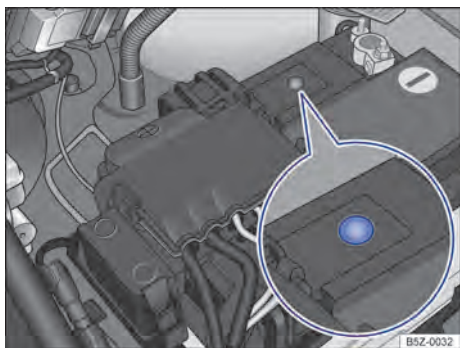

Fig. 192 No compartimento do motor: exemplo de posição do visor no lado superior da bateria do veículo.
- O visor redondo → Fig. 192 na parte superior da bateria do veículo muda de cor conforme o nível do eletrólito.